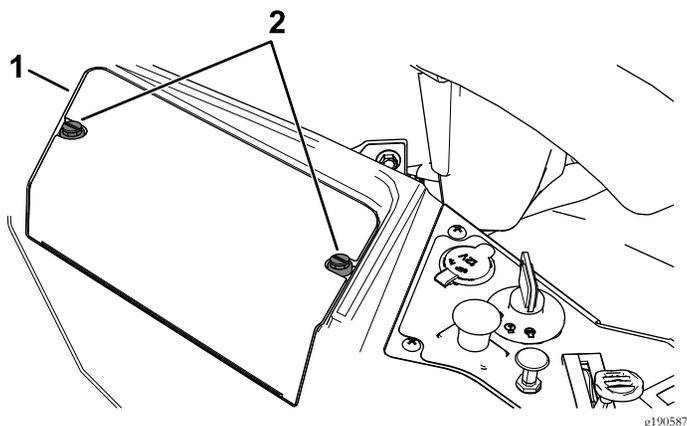

Figure 52
- Desserrez les 2 fixations sur le couvercle de la batterie en les tournant de 1/4 de tour dans le sens antihoraire, et déposez le couvercle (Figure 52).
6. Reposez le couvercle de la batterie en appuyant dessus et en serrant les 2 fixations dans le sens horaire (Figure 52).